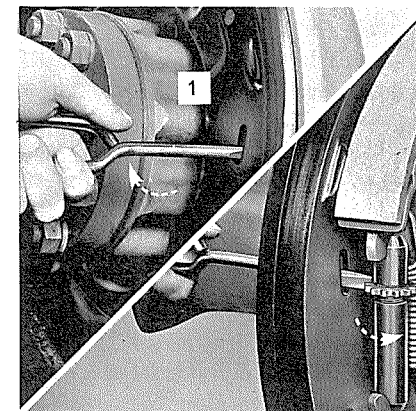

Figure 69 Réglage de frein à pied
4. Passez un tournevis par la fente pour attaquer le pignon de réglage des mâchoires, Figure 69. Poussez le manche du tournevis vers l'avant du tracteur pour faire tourner le pignon en sens inverse et par là écarter les mâchoires. Ecartez les jusqu'à ce qu'elles bloquent la roue, puis revenez en arrière jusqu'à ce que la roue tourne sans frotter.